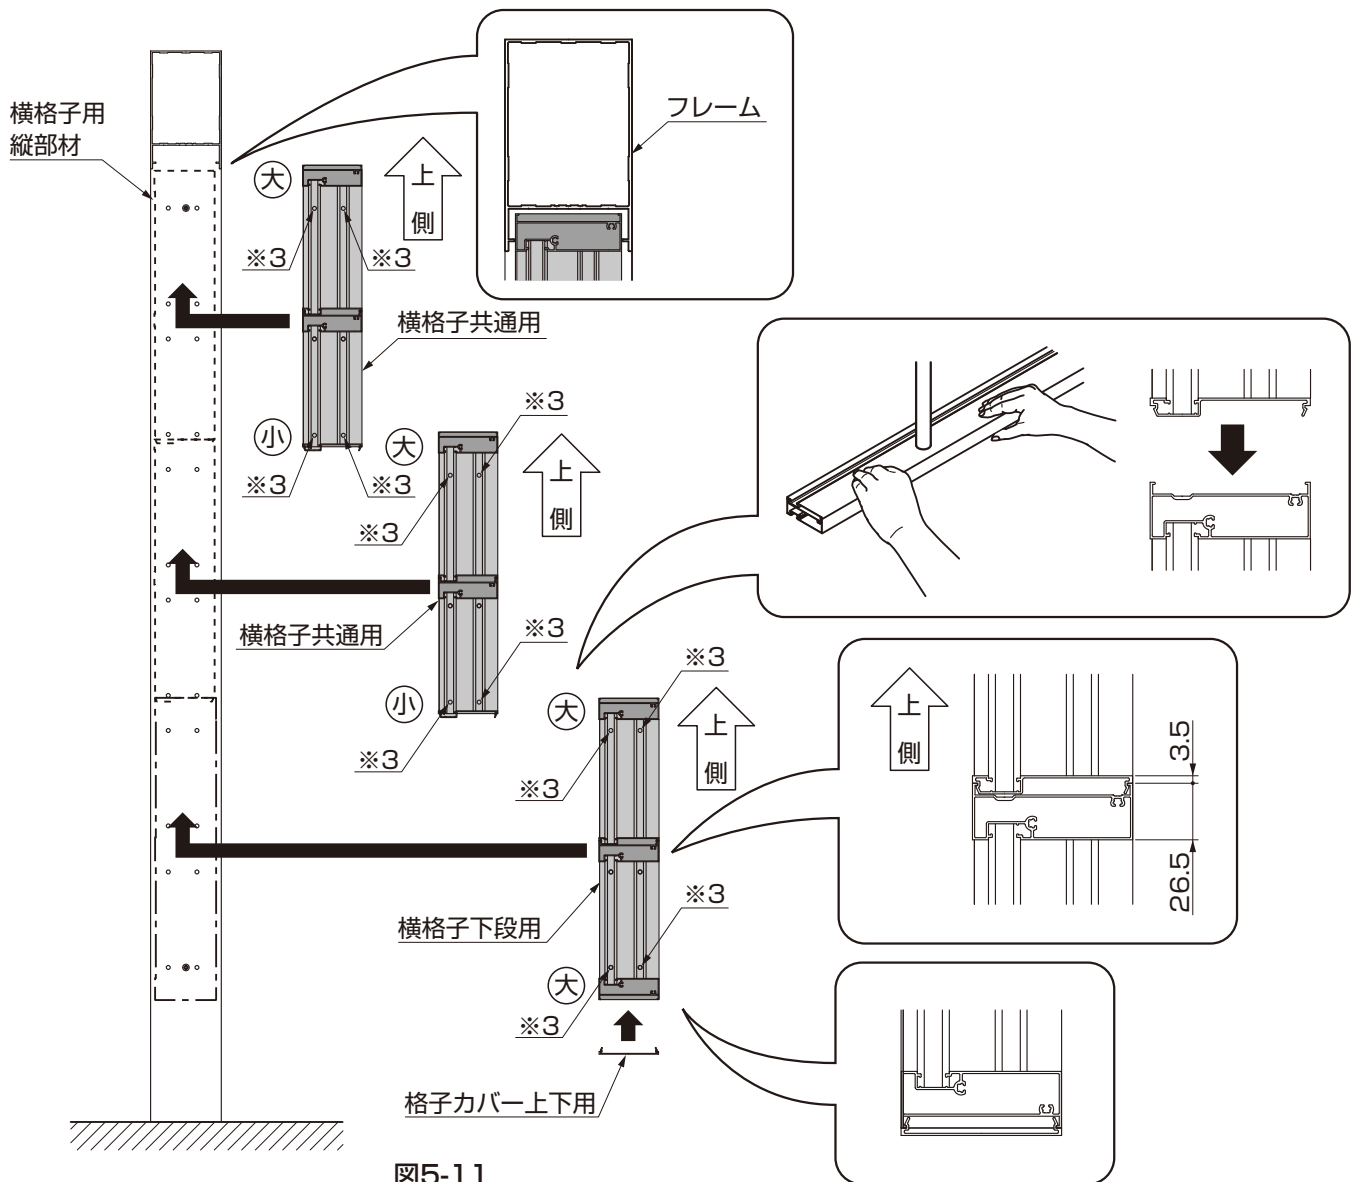

図5-11
- 図5-11を参照して※3の位置へ固定してください。
- ③ 格子カバー上下用を横格子下段用にはめ込んでください。